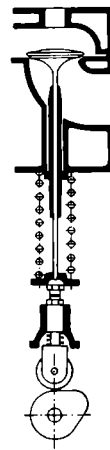

Bild 40
54. Bei dem Nocken einer Fahrzeugmaschine (Bild 40) ist $\beta_0 = 60^\circ$, $\beta_1 = 30^\circ$, Nockendurchmesser $D = 60 \text{ mm}$, Rollendurchmesser $d = 26 \text{ mm}$, Winkelgeschwindigkeit $\omega = 62,815 \text{ rad/s}$, $s_0 = 14,5 \text{ mm}$.